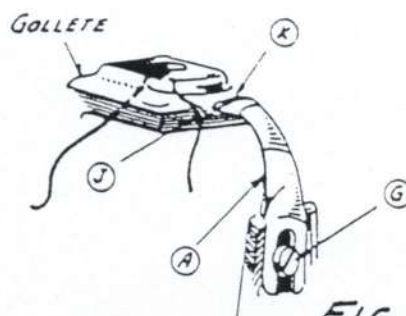

FIG. 2
LA LEVA (E) EMPUJA HACIA ABAJO LA PALANCA (D) A ESTA PALANCA VA UNIDO UN IMPULSOR (C) QUE HACE ACCIONAR LA PALANCA (B) A LA QUE SE SUJETA EL GANCHO (A). PARA AUMENTAR O DISMINUIR EL RECORRIDO DEL GANCHO: AFLÓJESE LA TUERCA (F) Y DESE UNA VUELTA ENTERA HACIA ARRIBA A LA PIEZA (C) PARA OBTENER MENOS RECORRIDO, SE LE DA UNA VUELTA ENTERA HACIA ABAJO PARA LOGRAR MÁS RECORRIDO. EN LA FIG. 2 SE VE EL LUGAR APROPIADO DE LA PUNTA DEL GANCHO CUANDO ESTÁ EN REPOSO.